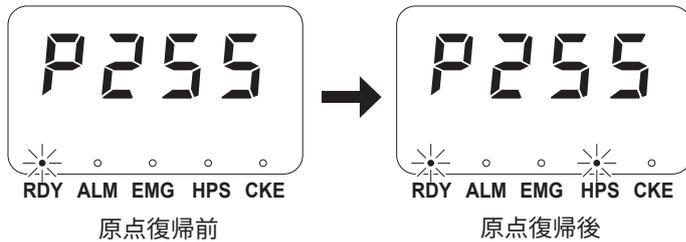

図 7-2
- ① 「接続」をクリックして、テーブルトップ型ロボット (IAI 社製 TTA-A4 シリーズ) と接続します。
- ② 「原点復帰」をクリックします。原点復帰が完了するとテーブルトップ型ロボット (IAI 社製 TTA-A4 シリーズ) のパネルウィンドウの表示は図 7-2 のようになります。